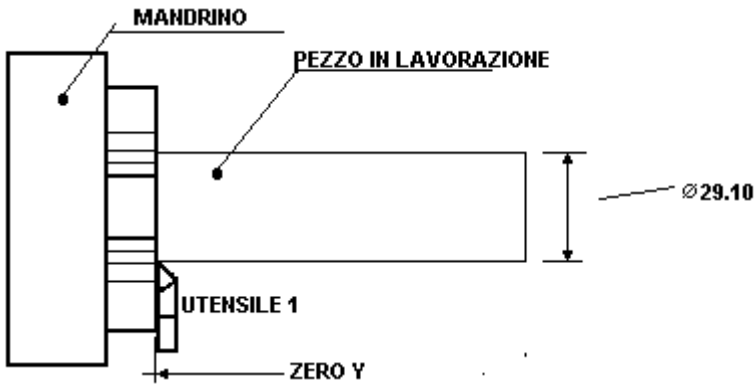

fig.2
Dopo aver effettuato l'operazione, con il mandrino fermo, spostarsi lungo Y; con l'utensile ci si porta sul piano del mandrino (fig.2), che viene preso come riferimento comune a tutti gli utensili per l'asse Y, a questo punto si imposta il **valore di riferimento su Org. 1.** , per Y per l'**utensile n.1.**
Si vuole misurare l'inclinazione del carrellino lungo l'asse Z (**angolo  $\alpha$  in fig. 2 pezzo in pianta sulla sezione trasversale dell'asse pag. 36**), che servirà per realizzare il pezzo conico rappresentato in figura. Vengono utilizzate le quote visualizzate sui display dell'asse X e dell'asse Z , andando poi a visualizzare la misura sul display dell'asse Y.
**Esempio:** Consideriamo due punti qualsiasi sul pezzo, C e D in **fig. 2**